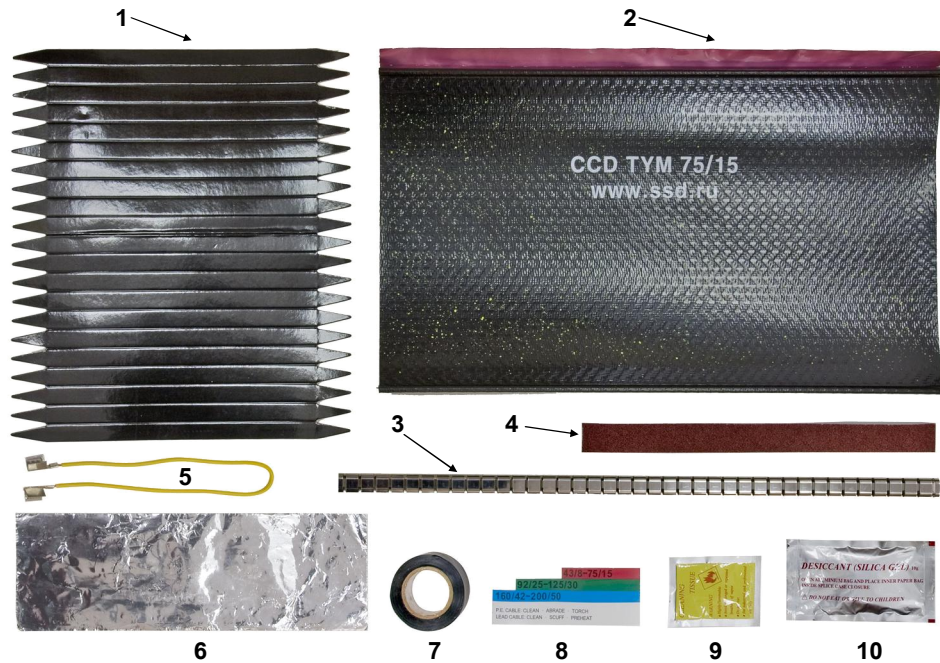

Рис. 1. Состав комплекта КМТ:
2.1. Состав комплекта муфты КМТ представлен на рис. 1.